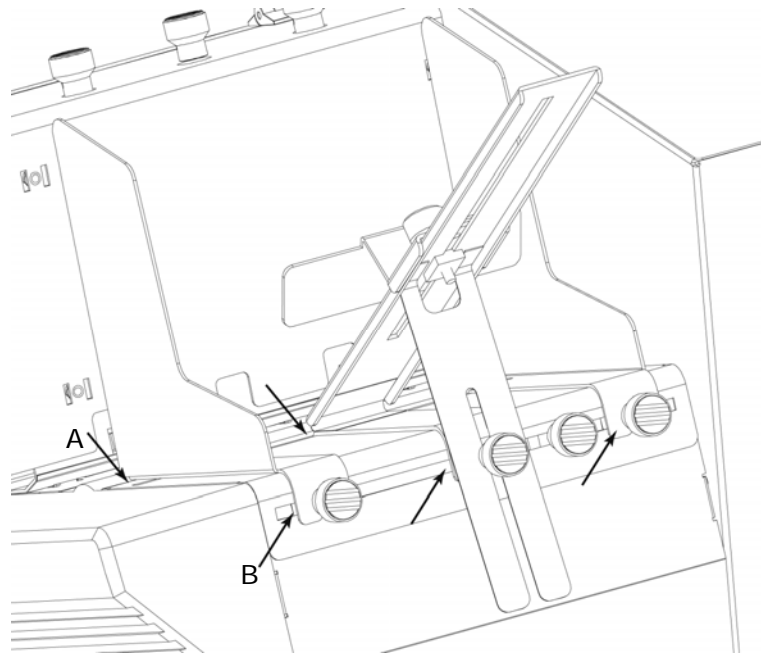

Abbildung 5: Montage II
- Positionieren Sie zum Anbringen eines Anlagewinkel oder der Papierzuführungsrampe den Frontwinkel (A) in den Einschub, und befestigen Sie das hintere Teil (B) mit einer Befestigungsschraube. Arretieren Sie dann die Befestigungsschraube (siehe Abbildung 5).